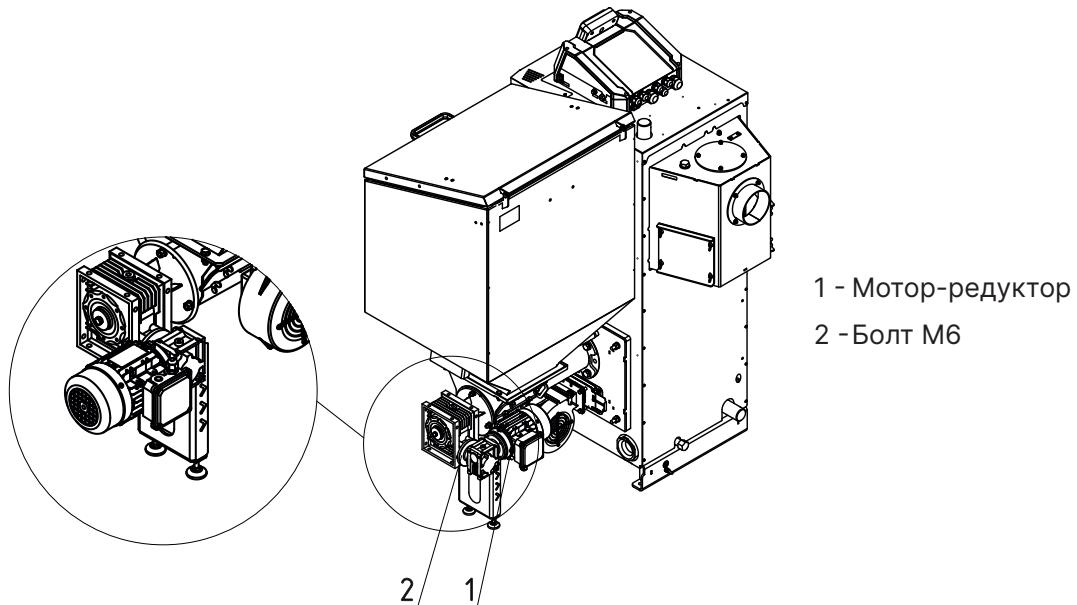

Рис.8 Изменение положения мотор-редуктора
1. Выкрутите 4 болта M6 (**Рис.8, поз.2**);
2. Снимите мотор-редуктор (**Рис.8, поз.1**);
3. Переверните его по горизонтали на 180°, как показано на **Рис.8**;
4. Зафиксируйте мотор-редуктор болтами M6 (**Рис.8, поз.2**).